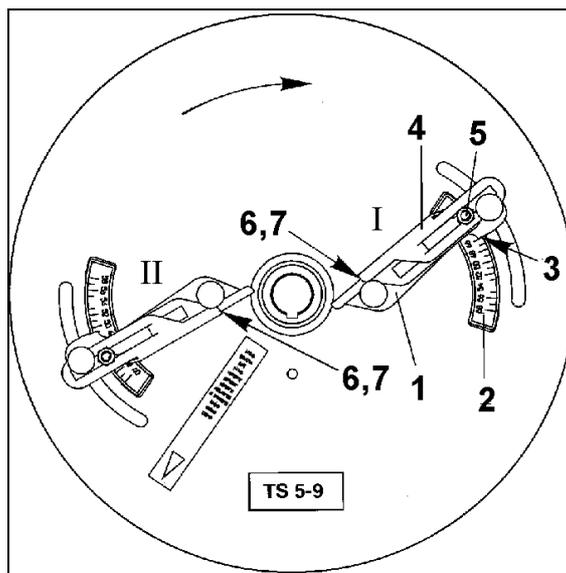

Fig. 65
1. Ablesekante (Fig. 65/7) der Schaufel "I" auf Buchstabenwert "D" einstellen und Schaufelaußenteil befestigen. Schaufel "I" auf Zahlenwert "50" verschwenken und befestigen.
2. Ablesekante (Fig. 65/7) der Schaufel "II" auf Buchstabenwert "F" einstellen und Schaufelaußenteil befestigen. Schaufel "II" auf Zahlenwert "46" verschwenken und befestigen.